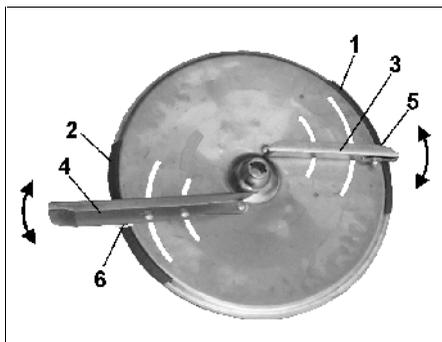

Fig. 38
Per un corretto posizionamento delle alette senza l'uso di attrezzi Utilizzare l'apposita scala fornita con ogni tipo di disco senza possibilità di errore. (Fig. 38/1 e Fig. 38/2)
La scala (Fig. 38/1) con la scala da 5 to 28 per le alette più corte (Fig. 38/3) e la scala (Fig. 38/2) con i valori da 35 a 55 per le alette di spandimento più lunghe (Fig. 38/4).
Ruotare le alette di spandimento sul valore più alto della scala (Fig. 38/1 o Fig. 38/2) porta ad un aumento della larghezza di lavoro.
- Guardare la posizione sulla scala per le **alette più corte** (Fig. 38/1).
- Ruotare il bordo (Fig. 38/5) dell'aletta **corta** (Fig. 38/3) sul valore sulla scala e **riserrare fermamente il bullone di blocco**.
- Guardare la posizione sulla scala per le **alette più lunghe** (Fig. 38/2).
- Ruotare il bordo (Fig. 38/6) dell'aletta **lunga** (Fig. 38/4) sul valore sulla scala e **riserrare fermamente il bullone di blocco**.